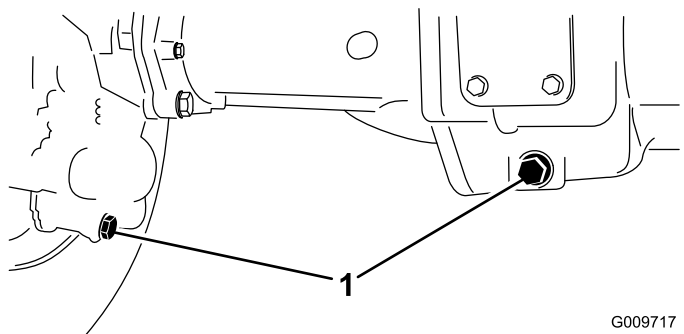

Figure 51
2. Nettoyez la surface autour des 3 bouchons de vidange, 1 à chaque extrémité et 1 au centre (Figure 51).